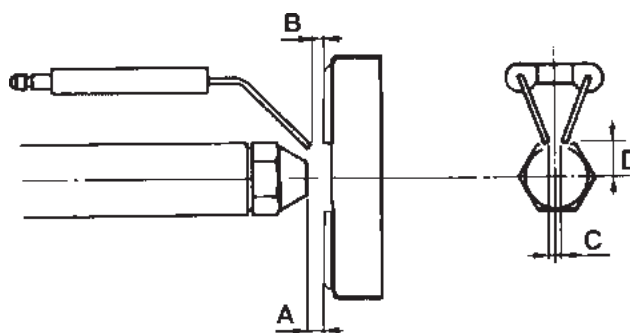

Fig. 54
- esame elettrodi di accensione e relativi isolatori in ceramica, pulizia, eventuale registrazione e se necessario, sostituzione vedere Fig. 54